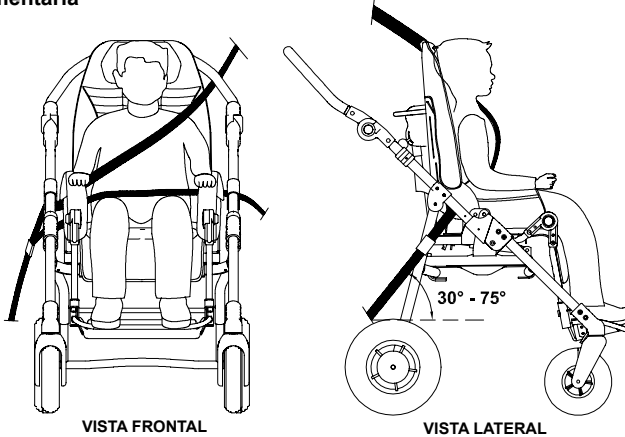

fig. 5
- para que funcionen eficazmente, **los cinturones de sujeción deben adherirse bien al cuerpo del niño:** prestar atención para que los componentes o las piezas de la silla de paseo, como las ruedas o los laterales no los alejen (ver fig.5 y 6 pág.17)
- **el cinturón torácico debe colocarse sobre los hombros,** (ver fig.5 pág.17)
¡ATENCIÓN! El cinturón pélvico debe colocarse bajo, de tal modo que el ángulo del mismo se encuentre en la zona preferida de 30 a 75 grados (ver fig. 5). De todos modos, es preferible un ángulo mayor en el interior de la zona indicada